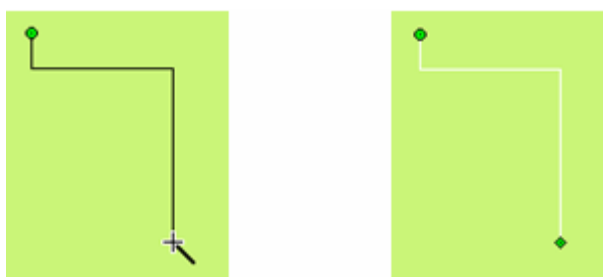

图 4-32 折线操作
- 把鼠标移到画面中的其他位置，此时系统会自动绘制出直线连接线，然后单击鼠标左键或者右键即可完成直线连接线的绘制。如图 4-32 所示：